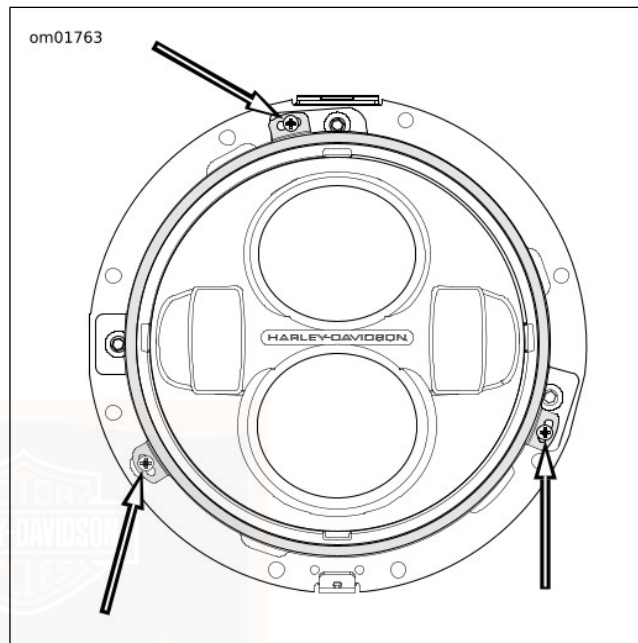

Figure 75. Vis de retenue du phare
3. Voir Figure 75. Retirer les vis d'attache de l'anneau de retenue.